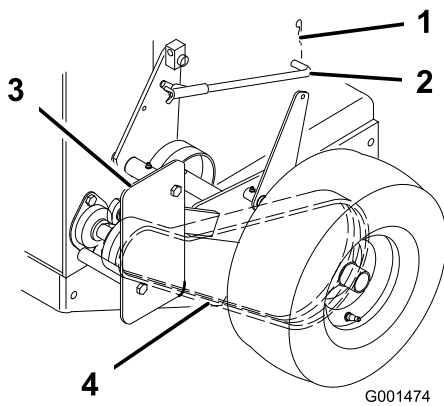

Figura 39
3. Retire el pasador de horquilla que sujeta la varilla del freno al brazo del freno para aliviar la tensión del tensor de la correa (Figura 39).
4. Retire el perno inferior y afloje el perno superior del protector para poder girarlo y facilitar el acceso a la correa (Figura 39).
5. Eleve la correa, desacóplela de la polea tensora y retírela de la polea de transmisión (Figura 39).
8. Sujete el protector con el perno que retiró anteriormente y apriete los pernos (Figura 39).
9. Sujete la varilla del freno al brazo del freno con el pasador de horquilla (Figura 39).